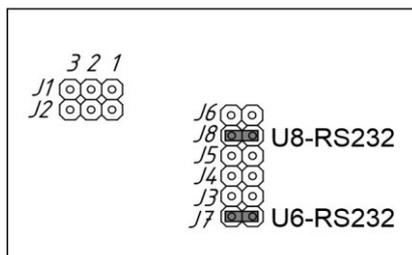

Рисунок 44 – Установка перемычек J7, J8 для включения интерфейса RS-232
- установить переключки J7, J8 для включения интерфейса RS-232 (рисунок 44);